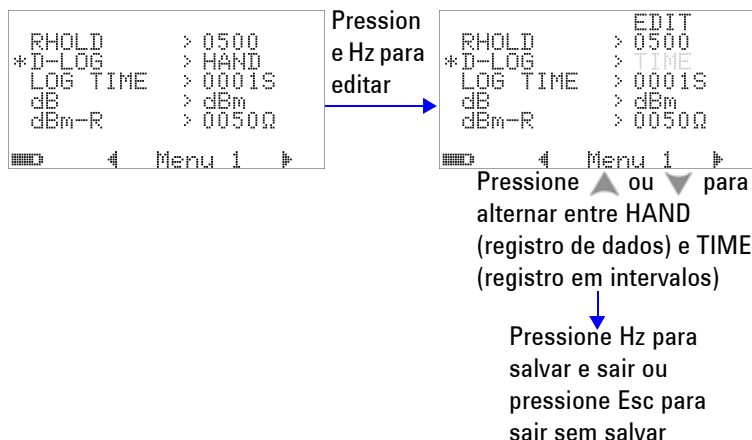

Figura 4-3 Configuração do registro de dados
- 1 Defina como “HAND” para habilitar o registro de dados manual (hand) ou como “TIME” para habilitar o registro de dados em intervalos (time). Consulte a Figura 4-3 na página 90.